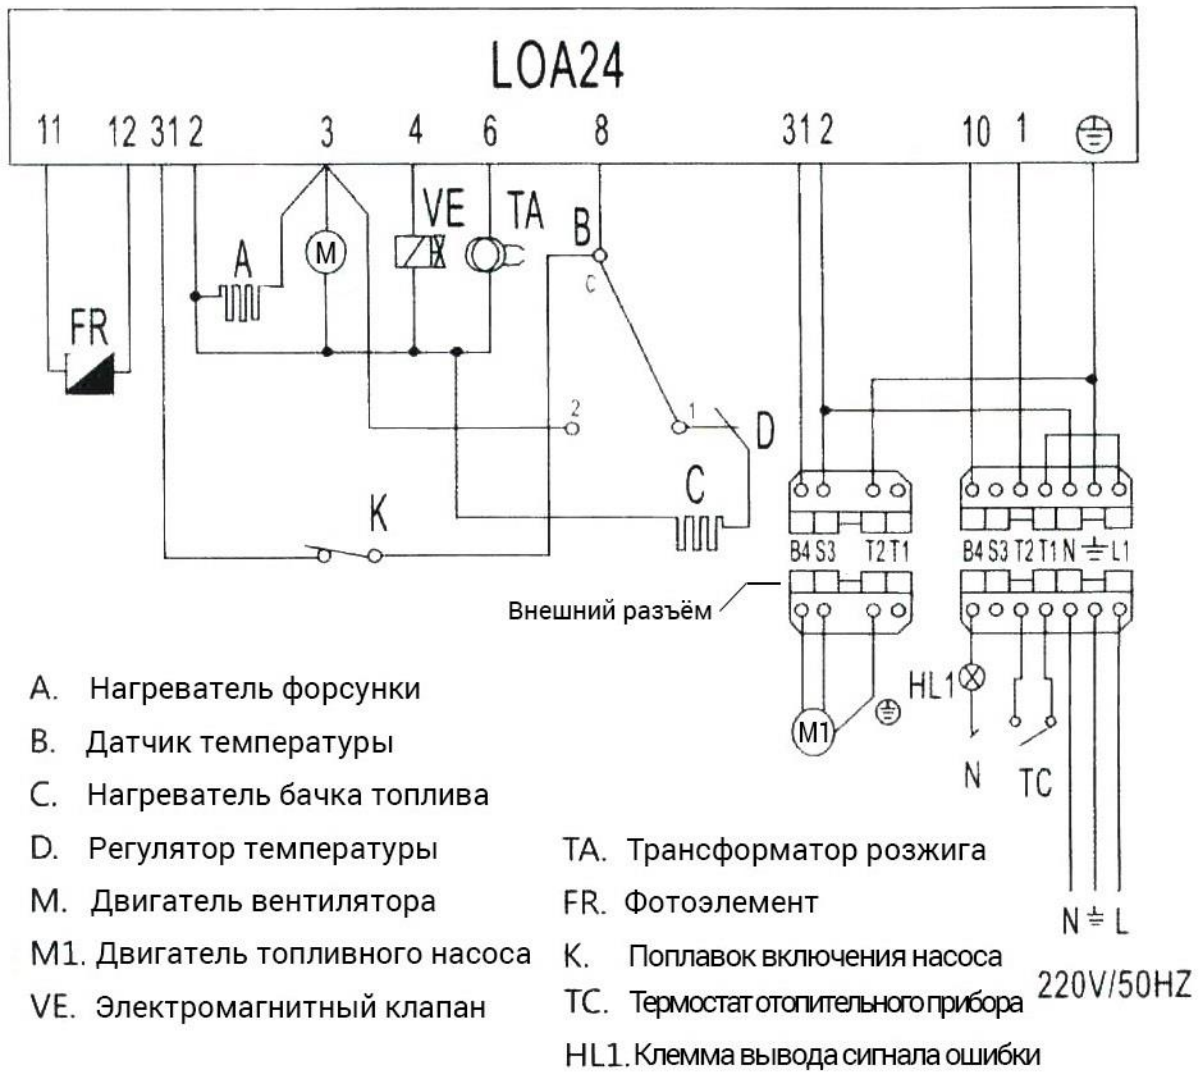

Рис. 8. Схема подключения горелок BAIRAN BRC 50, 140, 200
Для того, чтобы отрегулировать давление первичного воздуха, потяните вверх колпачок регулятора давления (рис. 8) и вращайте его для увеличения или уменьшения давления.
Электрическое подсоединение подъемного агрегата производится согласно электрической схеме горелки (рис. 8).
2. Подсоедините кабель от насоса подъемного агрегата к соответствующим контактам внешней части разъема горелки (рис. 8)
3. Подключите внешний термостат безопасности и термостат отопительного прибора в разрыв питающей цепи, как показано на рис. 8.
5. Подключите цепь питания к внешней части разъема горелки согласно рис. 8.